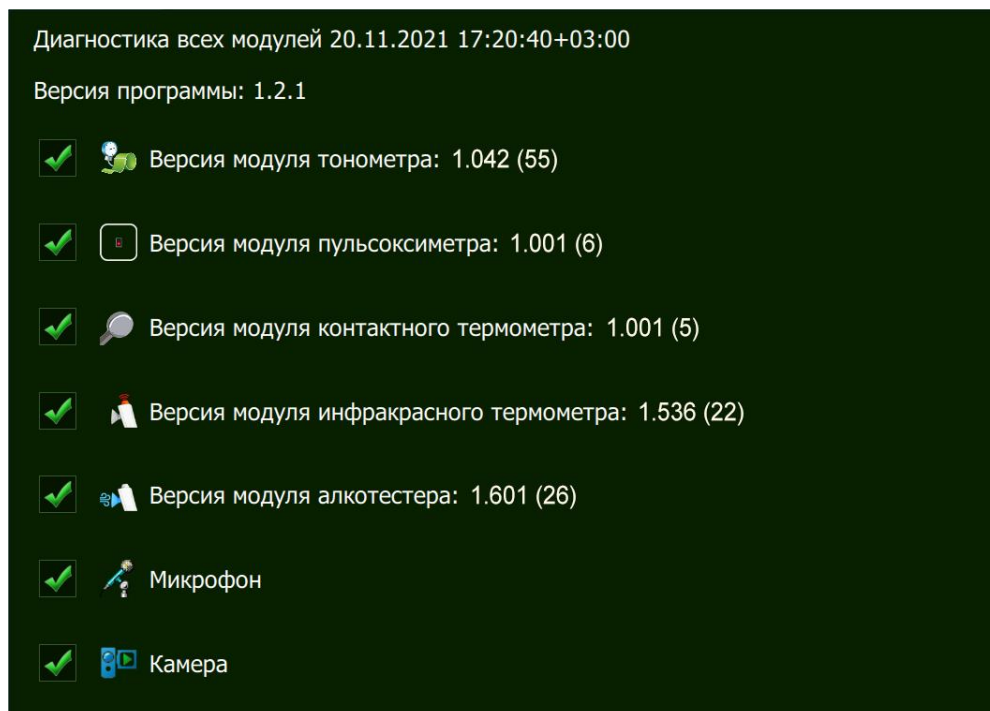

Рисунок 21 – Результаты автоматической самодиагностики комплекса
2. Нажмите кнопку «Вкл./Выкл.» на правой панели КИК и удерживайте ее в течение 2-3 секунд до загорания подсветки экрана. Через 3-5 секунд на экране появятся результаты выполнения автоматической самодиагностики комплекса (рисунок 21). При этом на экране должны быть отображены дата и